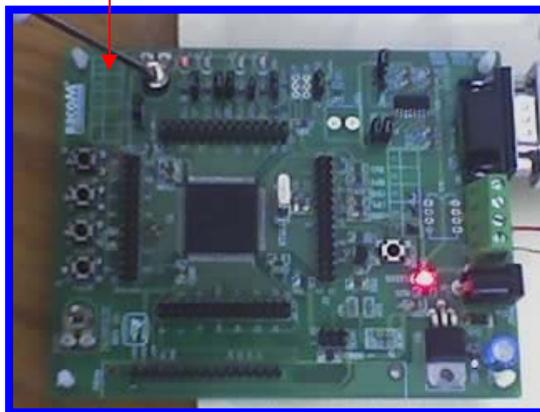

Figura 4.122 PDA12\_AN12\_KWA12.
9.- Puerto PAD12\_AN12\_KWA12. En la Figura 4.122 se muestra el puerto AD en el microcontrolador el cual nos permitirá el desfasamiento de la señal generada.